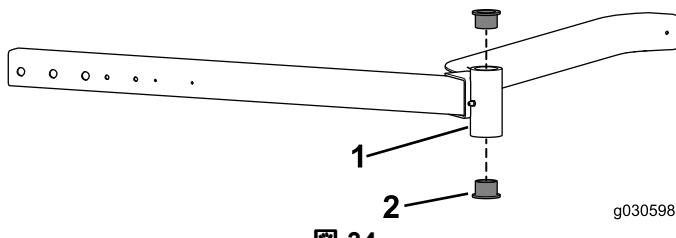

図 34
3. ポンチなどを使ってチューブからブッシュを取り出す図 34。